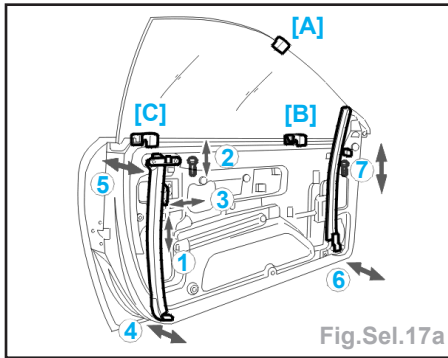

Fig.Sel.17a
- Possibilités de réglages (Fig.Sel.17a) :